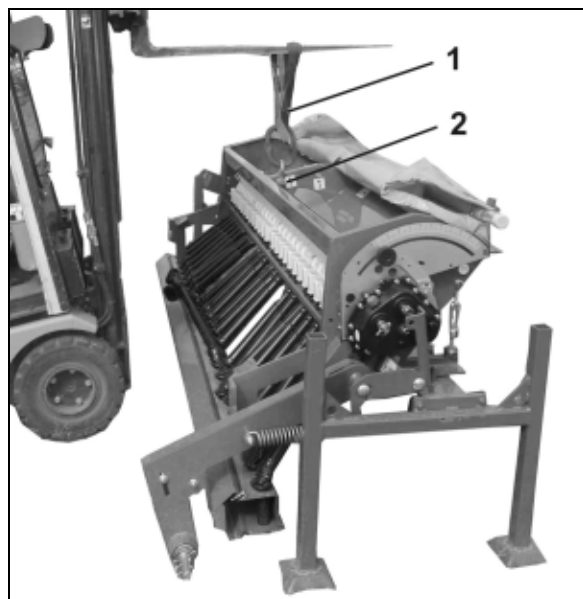

Fig. 23
2. De hijsband (Fig. 23/1) van het hefwerktuig aan de machine vastmaken.
Gekenmerkte hijsogen (Fig. 23/2) aan de machine gebruiken!